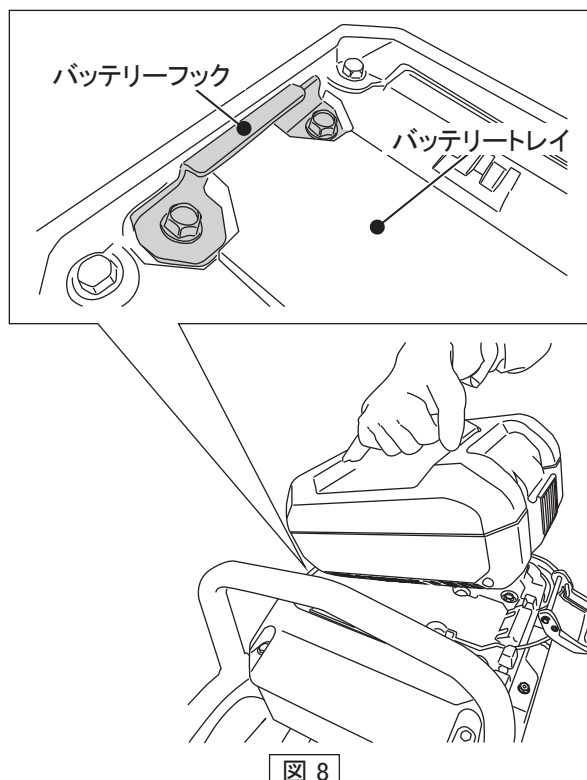

図 8
2. バッテリートレイにバッテリーを搭載します。必ずバッテリーのツメをバッテリーフックの奥までに引っ掛けてください。(図8)